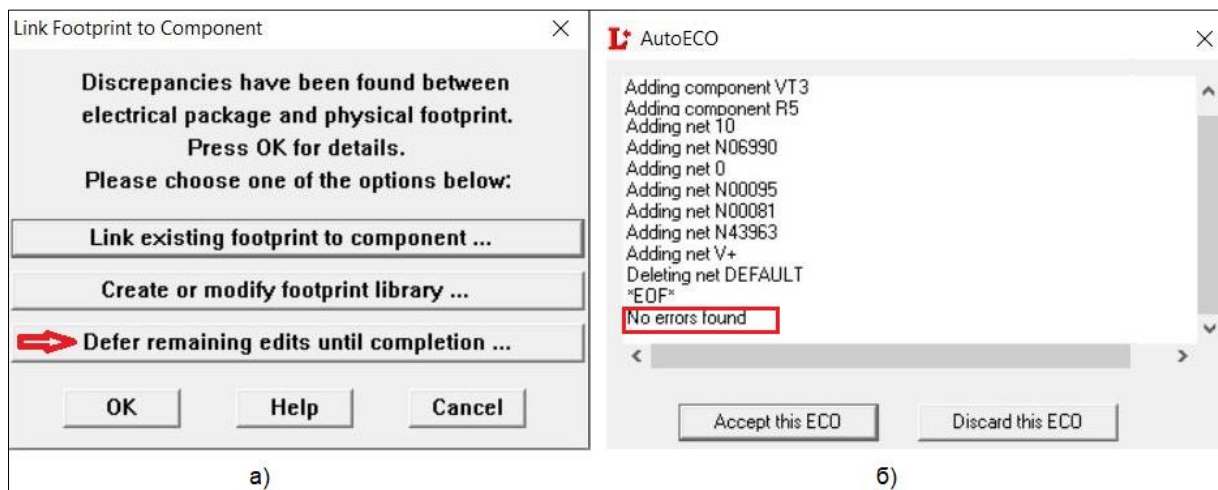

Рис. 6.5. Результаты команды **Apply ECO**: а) обнаружены несоответствия; б) все ОК.
Если выскочит окно Рис. 6.5-а, то кликните **Defer Remaining edits...** и **ОК**.
5. В открывшемся окне Auto ECO, если нет ошибок (Рис. 6.5-б), нажмите кнопку **Accept this ECO**, а затем **ОК** в окошке Processing complete. Через некоторое время произойдет запуск графического интерфейса Layout, при этом изображения корпусов всех компонентов автоматически переносятся на поле графического редактора и указываются их электрические связи светящимися "резиновыми" нитями.
6. Уберите лишнюю информацию в окне графического редактора Layout, сделав невидимыми слои **AST (23)** и **DRD (25)**. Это можно сделать нажатием клавиши "-" (минус) после того, как слой активирован. Если еще раз нажать на указанную клавишу, то слой становится видимым. Другой, более эффективный, способ визуализации сразу нескольких слоев без их предварительной активации состоит в использовании команды **Options/Colors** или кнопки **Color Settings**  на панели инструментов. Далее, нажимая и удерживая клавишу **Ctrl**, выделяют в электронной таблице **Color** нужные слои (**ASYTOP**,